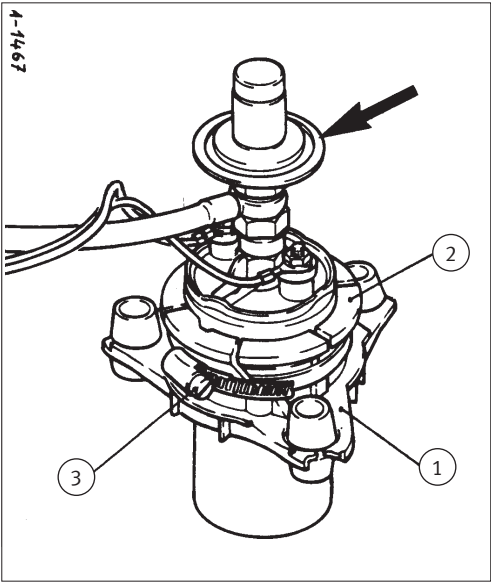

Abb. 2/ Fig. 2/ Puc. 2/图2
- Clip out the holder (1, fig. 2) in the tank and remove together with the fuel pump.
- Release the hose clamp (3, fig. 2).
- Remove the holder (1, fig. 2) downwards and the clamping sleeve (2) upwards from the fuel pump.
Note: The noise damper (pulsation damper) (arrow, fig. 2) is not required for the PIERBURG fuel pump.
- Détacher le support (1, fig. 2) dans le réservoir et enlever ensemble avec la pompe à carburant.
- Desserrer le collier de serrage du tuyau (3, fig. 2).
- Enlever le support (1, fig. 2) vers le bas et la douille de serrage (2) vers le haut de la pompe à carburant.
Remarque : L'amortisseur de bruit (amortisseur de pulsations) (flèche, fig. 2) n'est pas nécessaire pour la pompe à carburant de PIERBURG.
- Вытащить из пружинного зажима в баке держатель (1, рис. 2) и вынуть его вместе с топливным насосом.